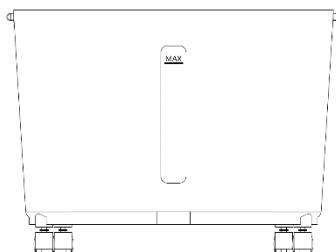

Abb. 5
- Achten Sie beim Befüllen des Wassertanks auf die Wasserstandsanzeige an der Vorderseite des Wassertanks (siehe Abb. 5).